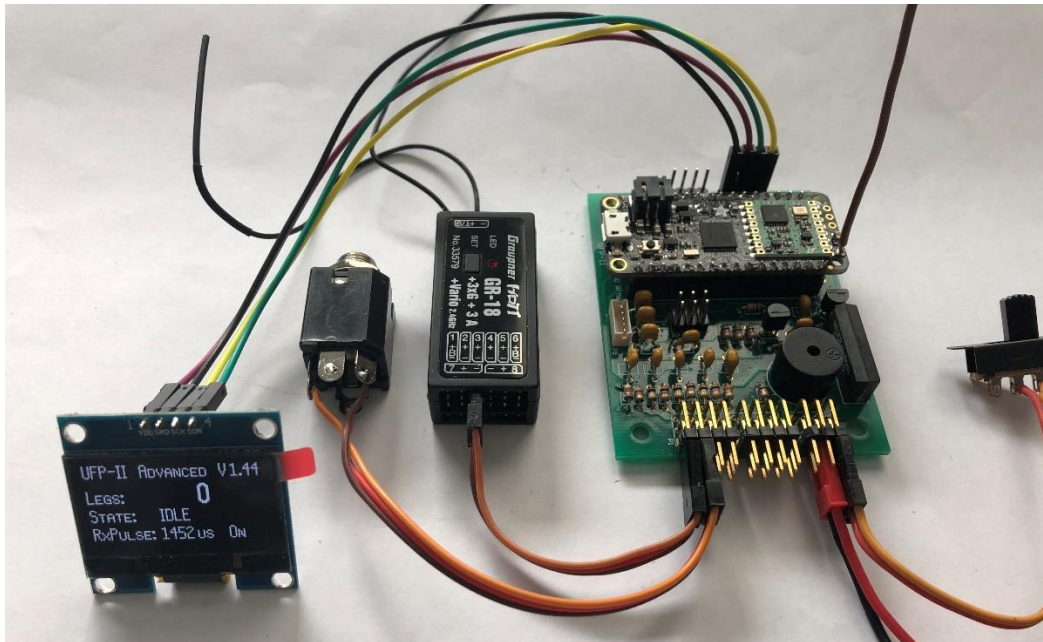

Abb. 11
- 6.6 Wer möchte, kann das System noch mit einem OLED Display aufwerten (siehe Abb. 11). Beim Einschalten wird die Softwareversion und die Übertragungsfrequenz sowie Sendeleistung angezeigt. Nach 4s erscheint die Anzeige wie in Abb. 11. Nutzbar sind hier nur die Anzeige des Motorsignals (hier 1452 μ s) und das daraus abgeleitete Motor-EIN/AUS-Signal (hier On für EIN).